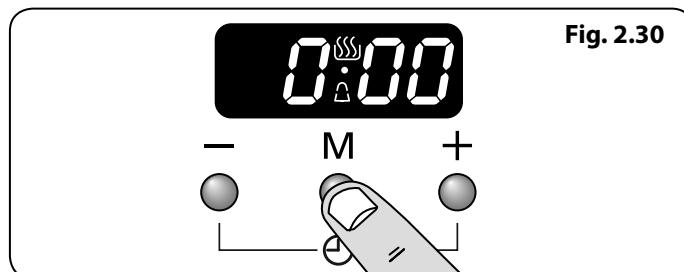

Fig. 2.30
1. Appuyer sur le bouton mode [M] une fois (Fig. 2.30). Le symbole de la cloche [🔔] clignotera sur l'écran. Sélectionner le compte à rebours souhaité entre 00.01 h et 23.59 h à l'aide du bouton [+] (Fig. 2.31). Le compte à rebours débutera automatiquement et le symbole [🔔] s'affichera à l'écran.